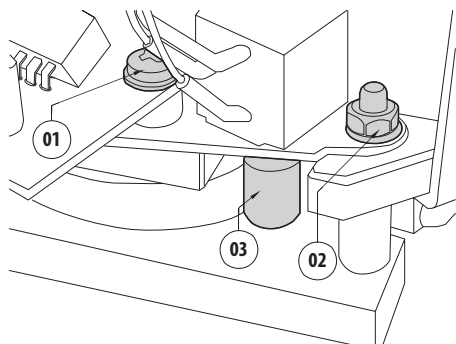
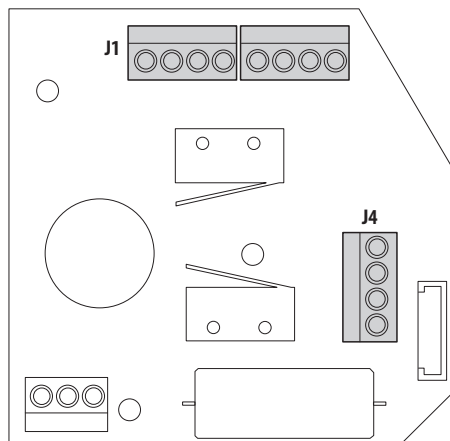

Рис. 3
Рис. 4
4. Ослабьте крепежный винт (01) и гайку (02) рейки держателя потенциометра горизонтального перемещения (Рис. 3, страница 6).
5. Отсоедините шестерню (03) от зубчатого колеса.
6. Подключите омметр между контактами Vcc и Rap (Поворот) клеммы J4 (Рис. 4, страница 6). Поверните вал потенциометра до измерения значения около 1875Ω.
7. Установите потенциометр с шестерней (03) на прежнее место.
8. Затяните крепежный винт (01) и гайку (02) (Рис. 3, страница 6).
9. Повторите данную операцию для перемещения по вертикали, измеряя величину сопротивления между контактами Vcc и Tilt (Наклон) клеммы J4 (Рис. 4, страница 6).
На плате подключений найдите клемму для подключения поворотного устройства к блокам управления (J1) (Рис. 4, страница 6).
Найдите на плате подключений клемму для подключения потенциометров (J4) (Рис. 4, страница 6).